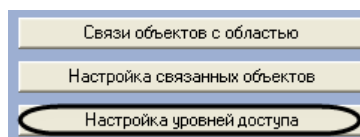

Рис. 3.7—9 Переход к настройкам уровней доступа
1. Перейти на панель настроек объекта **Зона** (Рис. 3.7—9).
2. Нажать кнопку **Настройка уровней доступа** (см. Рис. 3.7—9).